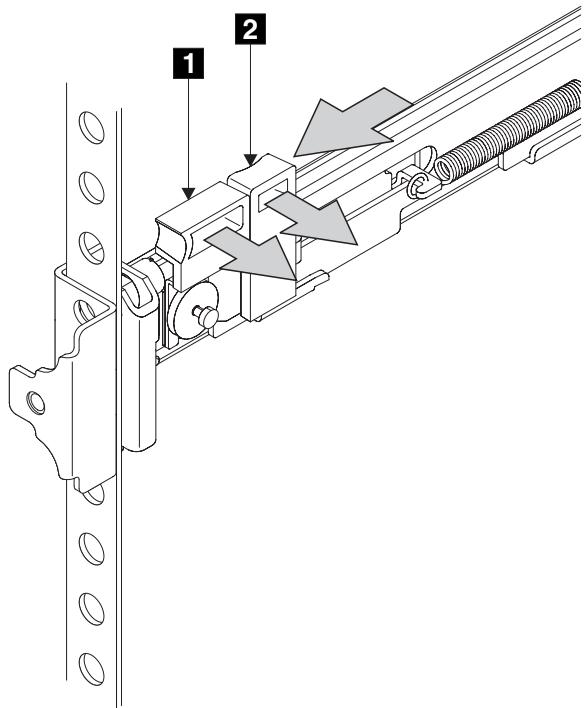

图 31. 关闭插销锁托架组合件
13. 将插销锁 **2** (第 28 页的图 31) 推离导轨以释放托架。插销锁托架滑向导轨前端，定位引脚通过前轮缘和前导轨支架中的孔穿出。